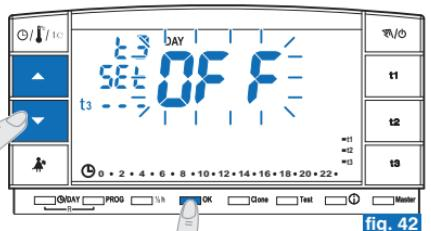

fig. 42
- Agendo sui tasti ▲▼ cambiare lo stato della funzione (fig. 42).